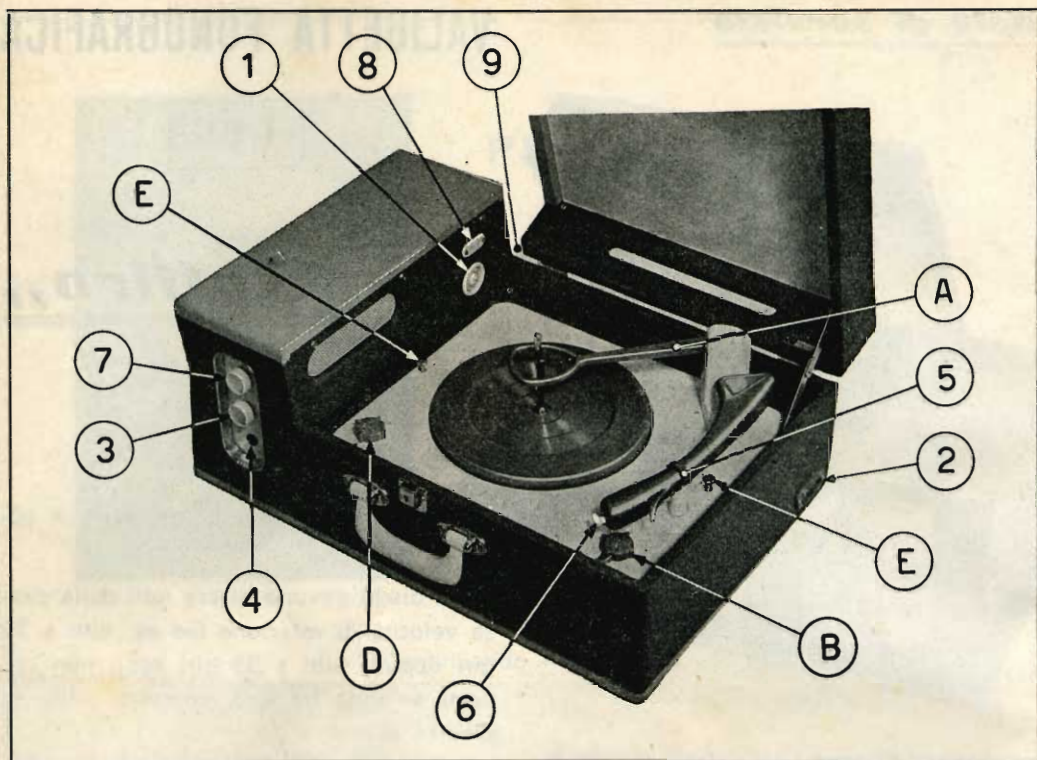

Fig. 1 - Disposizione dei comandi
Aperto l'apparecchio, **disporre il cambio tensioni (1)** (fig. 1) per la tensione di rete del proprio impianto o per quella di valore immediatamente superiore.
L'**accensione** dell'apparecchio si ottiene girando verso destra la manopola **(3)** (fig. 1) situata sul pannellino di comando a lato della maniglia. La gemma rossa **(4)** illuminandosi dà il segnale di apparecchio acceso.
Disporre il **selettore di velocità (D)** (figure 1 e 2) per la velocità corrispondente a quella dei dischi caricati sull'apparecchio e **ruotare la capsula rivelatrice** per mezzo della levetta **(6)** posta all'estremo del braccio rivelatore in modo che appaia l'indicazione MS o 78 a seconda che il disco da riprodurre sia del tipo Microsolco (16, 33 o 45 giri) o 78 giri.